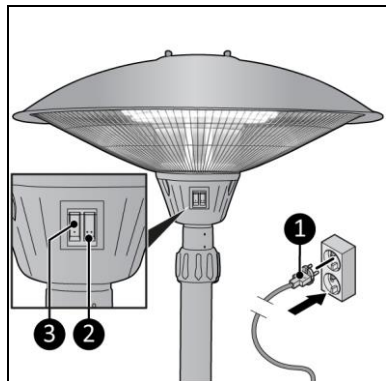

Abbildung 10
4. Stellen Sie sicher, dass Schalter I (Abbildung 10, Pos. 3) und Schalter II (Abbildung 10, Pos.2) beide auf AUS stehen.
5. Stecken Sie den Netzstecker (Abbildung 10, Pos. 1) in eine leicht zugängliche geerdete Steckdose. Verwenden Sie eine geerdete Steckdose mit einer Mindestleistung von 2100 Watt.
- niedrige Einstellung: Schalter I drücken (Bild 10, Pos. 3);
- mittlere Einstellung: Schalter II drücken (Abbildung 10, Pos.2);
- hohe Einstellung: Schalter I (Bild 10, Pos. 3) und Schalter II (Bild 10, Pos.2) drücken.
1. Stellen Sie sicher, dass sich der Schalter I (Abbildung 10, Pos. 3) und der Schalter II (Abbildung 10, Pos. 2) in der Position AUS befinden.
1. Stellen Sie sicher, dass Schalter I (Abbildung 10, Pos. 3) und Schalter II (Abbildung 10, Pos. 2) auf AUS stehen.
2. Ziehen Sie den Netzstecker aus der Steckdose (Abbildung 10, Pos. 1).